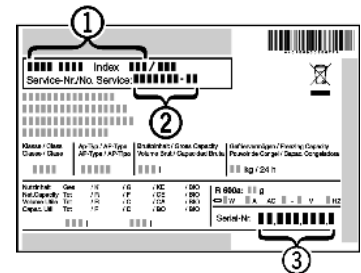

Fig. 10
- ▶ Прочетете от идентификационната табелка описанието на уреда *Fig. 10 (1)*, сервизния № *Fig. 10 (2)* и серийния № *Fig. 10 (3)*. Идентификационната табелка се намира на лявата вътрешна стена на уреда.
- ▶ Обадете се на сервизната служба и посочете неизправността, описанието на уреда *Fig. 10 (1)*, сервизния № *Fig. 10 (2)* и серийния № *Fig. 10 (3)*.